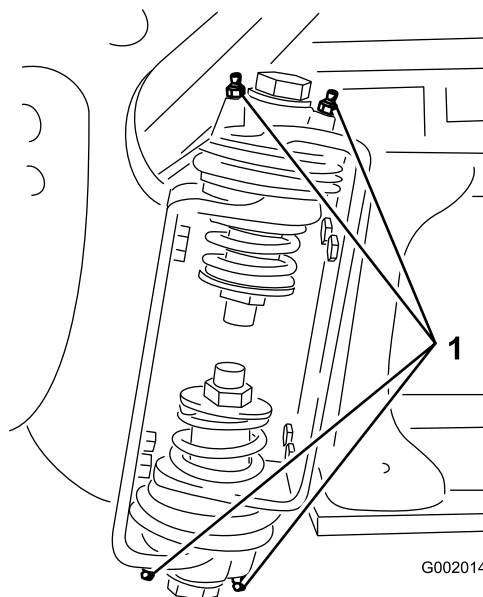

Рисунок 65
2. Закачайте консистентную смазку в подшипник или втулку через каждую масленку (Рисунок 65).